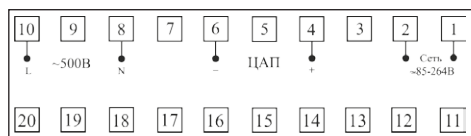

Рис. 6 – Клеммник P94-V-1-0.5-I420-ACX220
2. Подключите питание к прибору с помощью клемм 1, 2 на задней панели прибора, см. рис. 6–8.